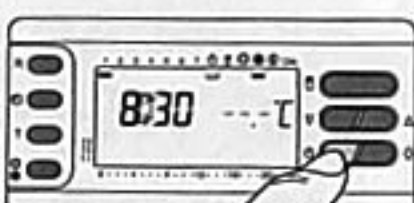

Fig. 67
**13.2** - Premere una volta il pulsante **C**. Il segmento attivo sotto **C** conferma l'esclusione di **THERMOPROGRAM** dal controllo dell'impianto e scompare il grafico del programma (fig. 67).